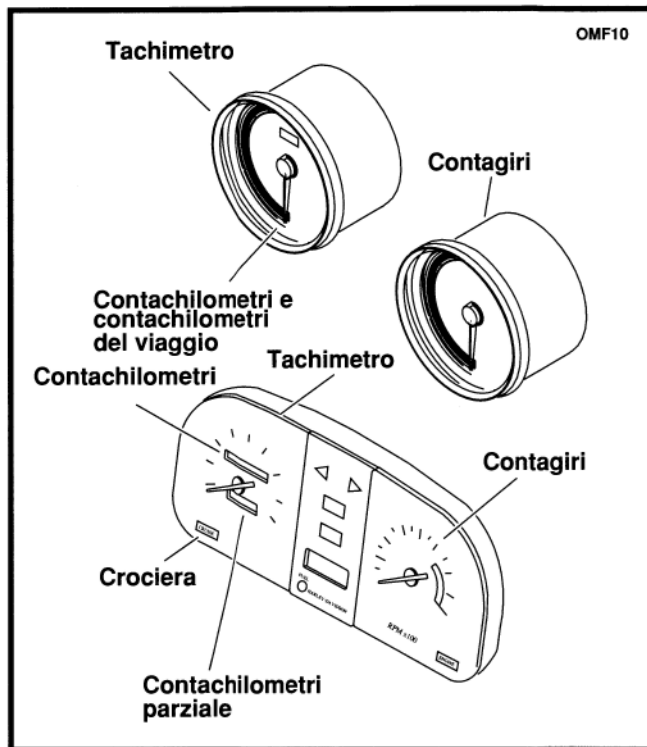

Figura 11. Tachimetro, contachilometri, contachilometri del viaggio, contagiri
Vedere la figura 11. Se il veicolo ha gli stessi accessori, il contagiri (1) registra la velocità del motore in giri al minuto (RPM).
Vedere la figura 11. Il tachimetro registra le miglia all'ora della velocità di marcia in avanti. Il contachilometri registra il numero di miglia che il veicolo ha percorso fino a quel momento.